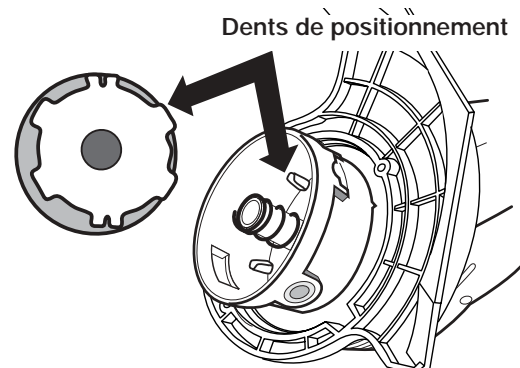

Fig. 12
4. Vérifiez l'état d'usure des dents de positionnement du moulinet et de la bobine (Fig. 12). Enlevez les ébarbures ou remplacez le moulinet et la bobine au besoin.
4. Nettoyez la surface interne de la bobine extérieure à l'aide d'un tissu propre (Fig. 12).